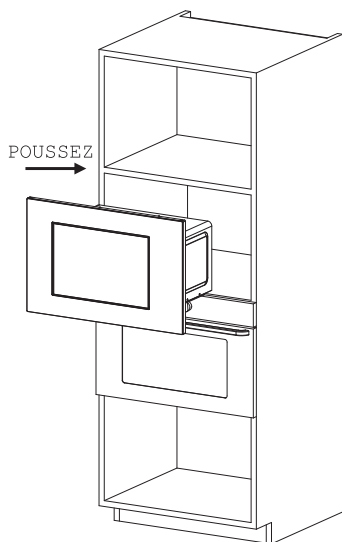

Fig. 1
② INSTALLATION :
- a) Placez le four à micro-ondes dans le meuble encastré et poussez-le à fond vers l'avant. (Fig. 1)